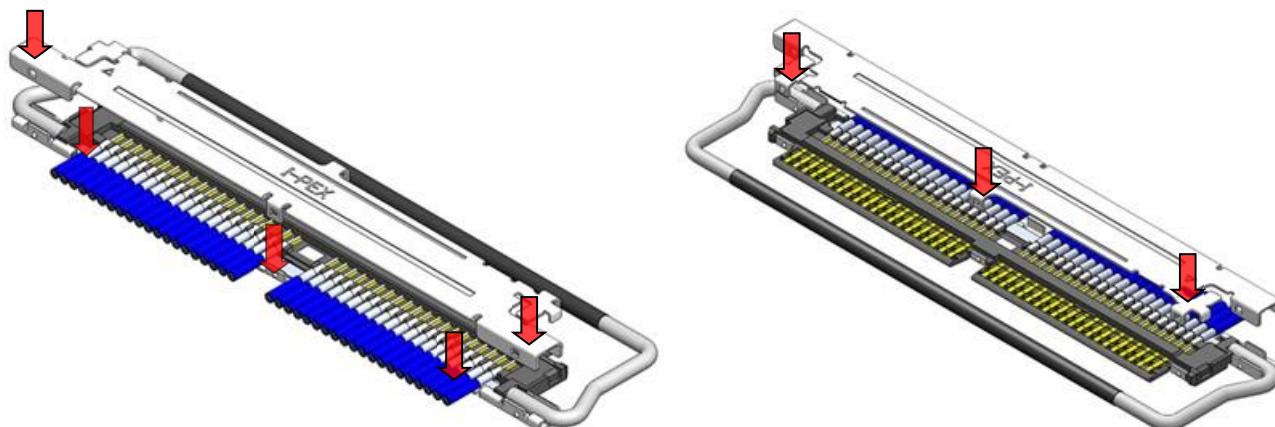

Fig.6 Shell-A 組付け方法
① Fig.6 の様に Shell-A を Housing assembly の上側から組み付ける。